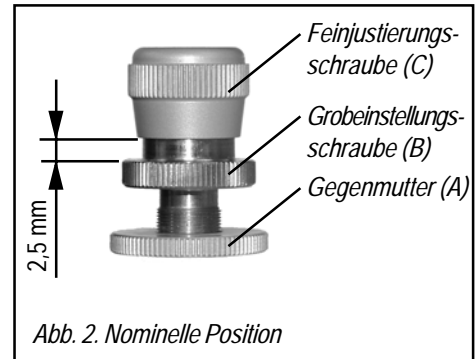
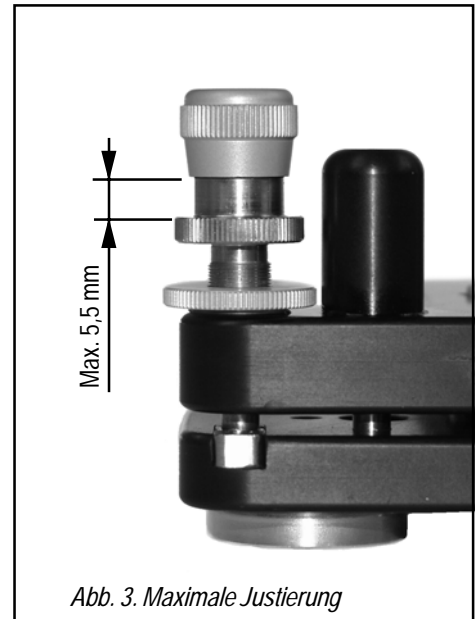

Abb. 2. Nominelle Position
Abb. 3. Maximale Justierung
*Kontrollieren Sie, dass die Feinjustierungsschraube (C) sich in ihrer nominellen Position von etwa 2,5 mm gemäß der Abbildung befindet (Abb. 2).*
1. Lösen Sie die Gegenmutter (A)
2. Bringen Sie die Grobeinstellungsschraube (B) in die gewünschte Position.
3. Ziehen Sie die Gegenmutter (A) an.
**Wichtig!** Achten Sie darauf, dass die Feinjustierungsschraube (C) nicht ihre äußerste Position (Abb. 3) überschreitet. Dies kann das Schraubengewinde beschädigen.
1. Überprüfen Sie, ob die Gegenmutter (A) angezogen ist.
2. Stellen Sie die Feinjustierungsschraube (C) auf den gewünschten Wert.